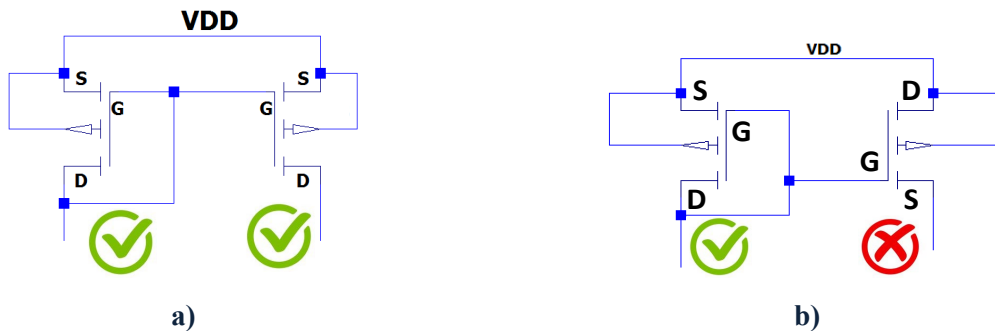

Figura IX.7. Posición de los transistores PMOS: a) correcta; b) incorrecta.
3. La posición del transistor PMOS debe cumplir el criterio que se indica en la figura IX.7 en donde la puerta (G) debe estar siempre en la posición superior.